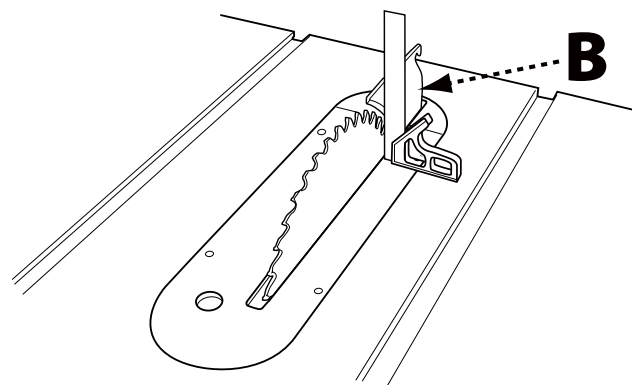

FIGURE 24b
3. En utilisant une équerre de menuisier, vérifiez l'angle de la lame par rapport à la table, comme le montre la Figure 24b, page 50. Si la lame est à 90° par rapport à la table, passez à l'étape 6.
1. **Alignement vertical :** Placez une équerre de menuisier sur la table contre la face de la lame et assurez-vous qu'elle s'étend le long du couteau diviseur (B), comme le montre la Figure 24b. Le couteau diviseur et la lame doivent toucher l'équerre de menuisier en continu. Assurez-vous que le bord droit passe entre les dents et repose sur la face de la lame et le couteau diviseur pour un alignement correct.